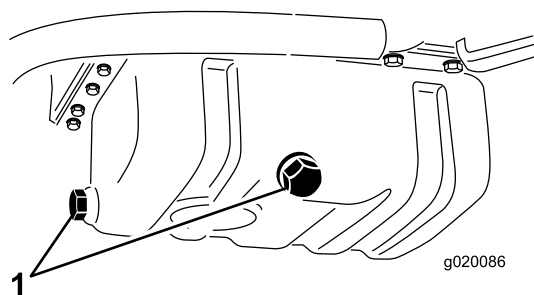

Figura 52
1. Retire o tampão de escoamento (Figura 52) e deixe o óleo escorrer para um recipiente adequado. Quando o óleo parar, volte a montar o tampão de escoamento.